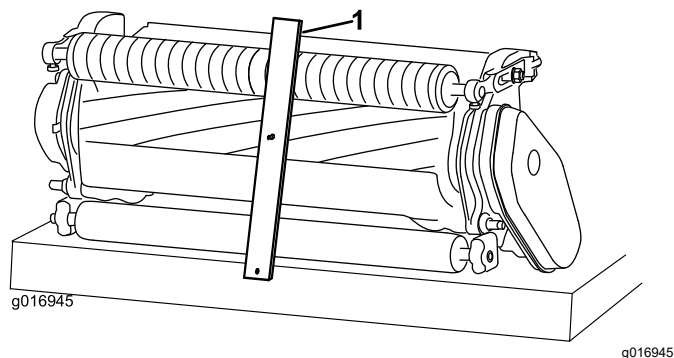

Figura 10
2. Prindeți capul șurubului barei de distanțare pentru înălțimea de tăiere de partea dreaptă a marginii de tăiere a contracuțitului și sprijiniți capătul posterior al barei pe rola posterioară (Figura 10).